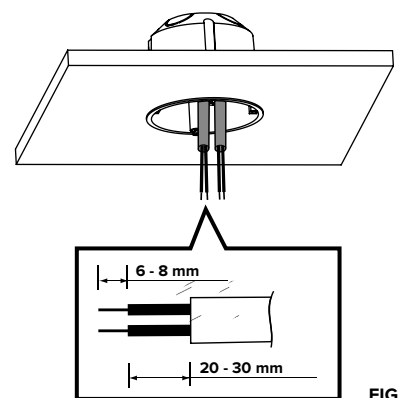

FIG. 6
2. Trek de bedrading uit de centraaldoos en strip en verwijder de isolatie van de bedrading 6 tot 8 mm (zie FIG. 6).